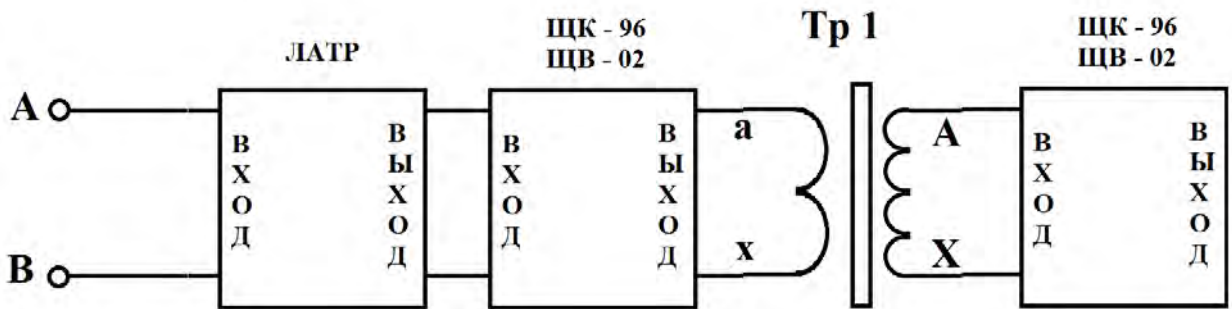

Рис.2 Определение коэффициента трансформации трансформатора (на повышение)
4. Собрать электрическую схему согласно рис. 2. и представить на проверку преподавателю. ЛАТР вывести в нулевое положение.